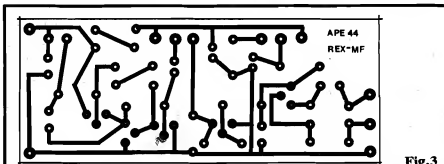

Fig. 3
**FIG. 3 - LAY OUT DO CIRCUITO IMPRESSO ESPECÍFICO** - Embora alguns Hobbyistas mais "teimosos" talvez queiram "arriscar" a realização do REX-MF sobre simples "ponte" de terminais, nós não aconselhamos tal prática, uma vez que circuitos que trabalham sob Frequências elevadas (como é o caso...) devem ser montados de modo a evitar ao máximo as capacitâncias distribuídas, as indutâncias "parasitas", características das construções "em aberto", sobre "pontes", com flagões longos, percursos de sinal "tortuosos", etc. Enfim: quem quiser realizar a montagem sobre uma "ponte" de terminais, pode fazê-lo, mas deve preparar-se para enfrentar instabilidade e dificuldades nas fixações de ajustes e sintonias... Entretanto, como o número de componentes não é exagerado, o lay out de um Circuito Impresso específico (método recomendado para a montagem) fica razoavelmente descomplicado, como prova a figura 3... O padrão de ilhas e pistas cobreadas está, na figura, em tamanho natural (escala 1:1), tornando-se muito fácil a cópia e traçagem (e posterior corrosão, furação e limpeza...). Os preceitos insistentemente enumerados nas INSTRUÇÕES GERAIS PARA AS MONTAGENS (lá no começo de toda APE...) devem ser seguidos à ris-